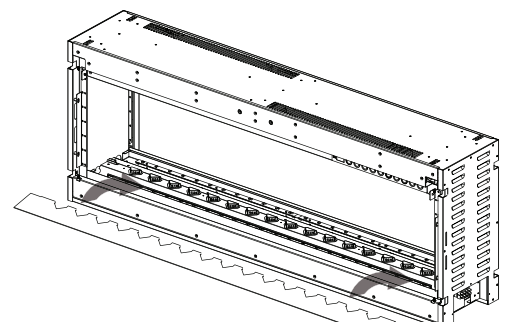

Fig. 4-8
- D. Installez le plateau à média. Assurez-vous de NE RÉINSTALLER PAS les vis parce-qu'elles peuvent faire plier le plateau à média lorsqu'il est chauffé (Fig. 4-8).